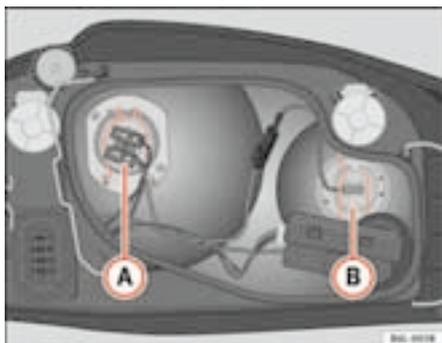

Fig. 148 Lámpara luz de carretera
- Extraiga el conector del cable de la lámpara **B** ⇒ fig. 148.